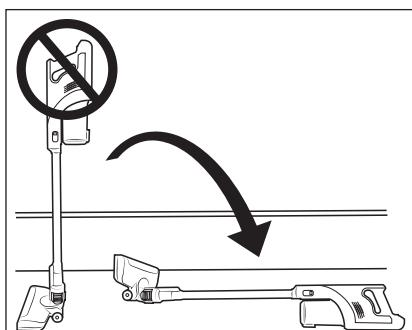

Afb. 8
- ▶ De stofzuiger kan ook direct via de netvoedingsadapter 9 worden opgeladen. Haal daarvoor de gelijkstroomstekker 10 door een lichte draaiing uit de wandhouder 17 en steek hem in de oplaadaansluiting 2 op het apparaat (zie afb. 8).